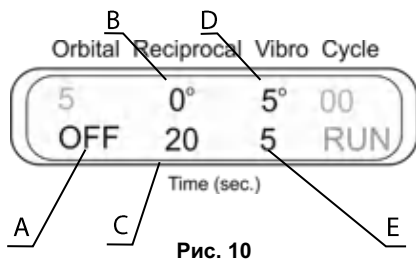

Рис. 10
6.9.4. **3D-Вибро + Пауза** (рис. 10). Выключите 3D-орбитальное движение, установив время на ноль (A, индикация OFF). Установите угол поворота 3D-покачивания на ноль (B). Установите время 3D-покачивания (C, 1-250 с) и продолжительность паузы (D). Установите угол поворота (E, 0-5°) и время (E, 1-5 с) 3D-вибродвижения.